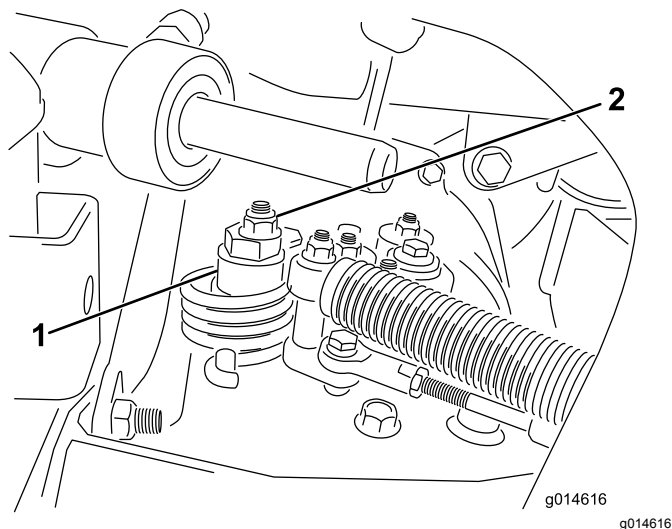

图46
A. 松开将偏心螺栓固定到静液压泵顶部的螺母图46。
- C. 旋转偏心螺栓直到不再出现任何方向的缓慢前移。当轮子停止旋转时旋紧螺母锁定偏心螺栓和调整图46。将油门移至慢速 和 快速 位置验证调节情况。